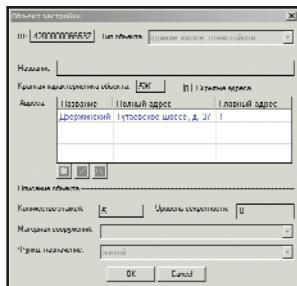

Рис. 6
- идентификация, классификация объектов и ввод семантической информации (рис. 6);